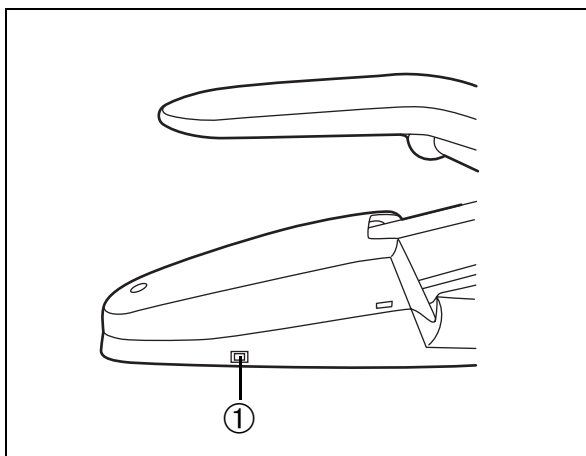

Abb. 3
Schalten Sie das Behandlungsgerät am Hauptschalter für das Gerät ein. Der Hauptschalter ① befindet sich seitlich in der Haube des Motorstuhls (Abb. 3).